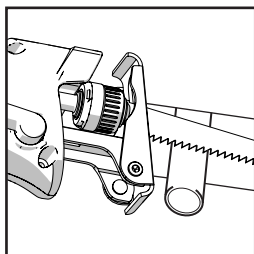

Fig. 11
- Couper la pièce lentement afin de permettre à la lame souple de se courber comme voulu. **(Fig. 11).**